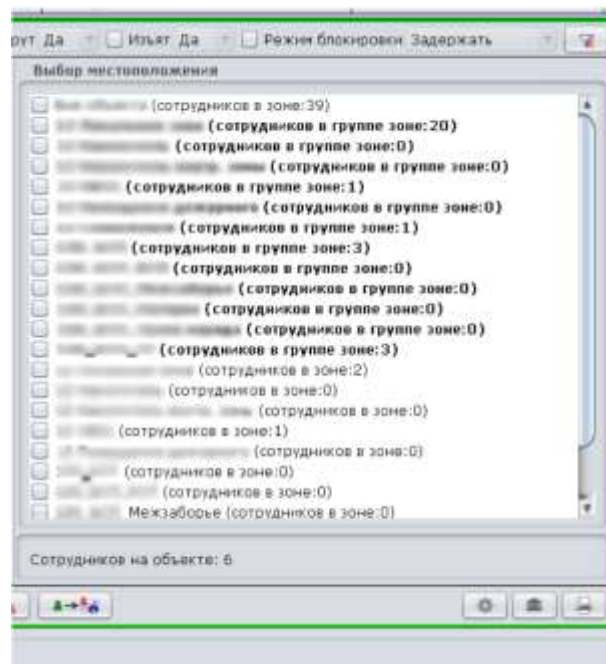

Рис. 94
9.5.4. При установке галочек в полях «Показывать зоны в списке местоположения» и «Показывать группы зон в списке местоположения» все зоны и группы зон будут отображаться в списке местоположений (Рис. 94). Если эти галочки снять, то в списке местоположений будет отображаться только зона «Вне объекта».